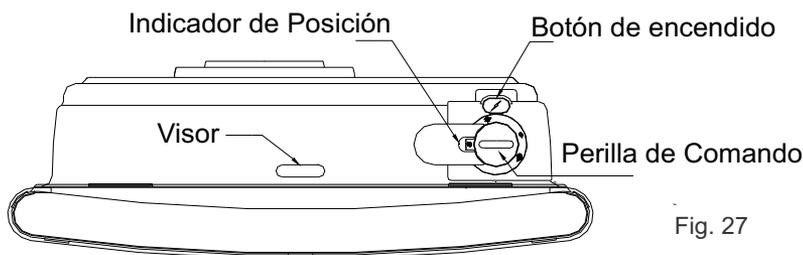

Fig. 27
- Presione a fondo la Perilla de Comando ( fig.27) en la posición ● (Cerrado) y gírela hasta que el símbolo ★ (Piloto) quede alineado con el indicador de posición (fig.27).